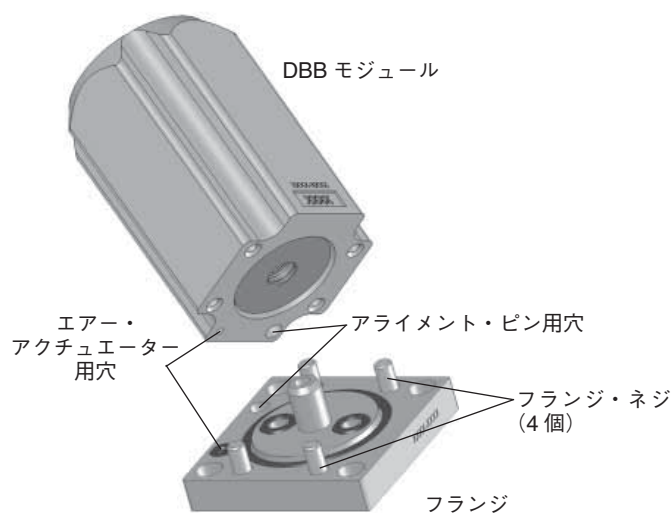

図 6
3. 未使用のフランジと DBB モジュール底部それぞれに付いている**エア・アクチュエーター用穴**と**アライメント・ピン用穴**の位置を合わせます。（図 6 参照）